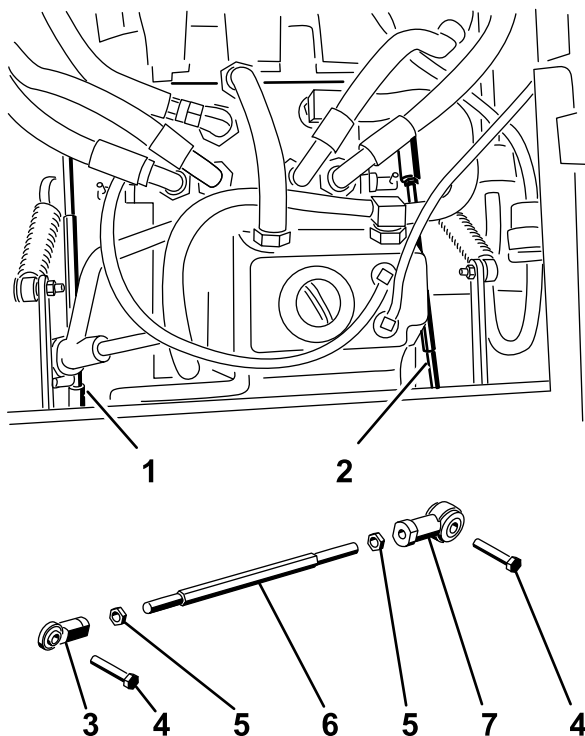

Figure 56
10. Serrez les écrous de blocage contre les rotules (Figure 56).